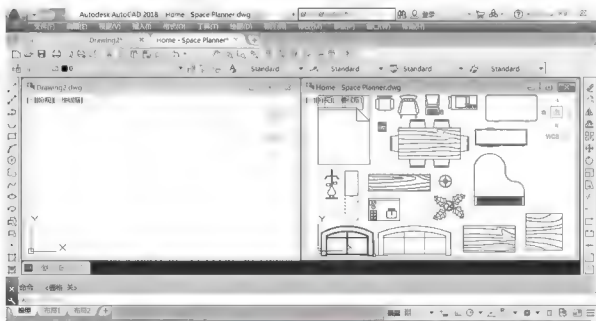

图 3.131 垂直平铺窗口
(1) 打开 Home Space Planner 文件,同时新建一个图形文件,执行菜单栏中的【窗口】|【垂直平铺】命令,使打开的两个图形文件呈垂直平铺显示状态,如图 3.131 所示。